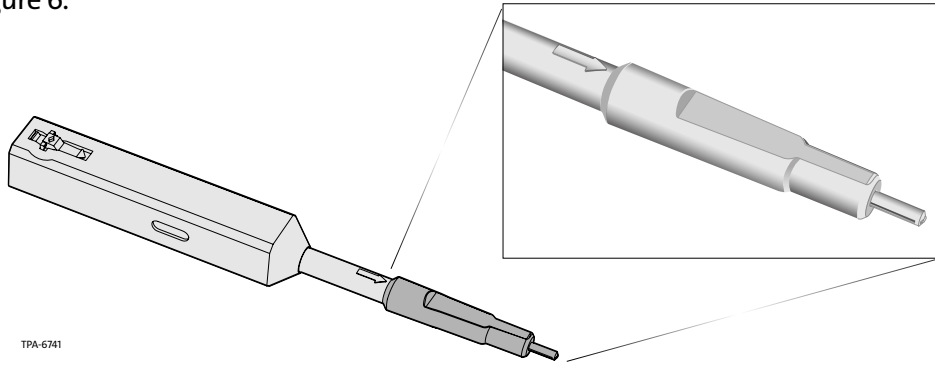

Figure 6
Étape 1: Si un adaptateur est déjà installé, le retirer comme indiqué sur la figure 6.